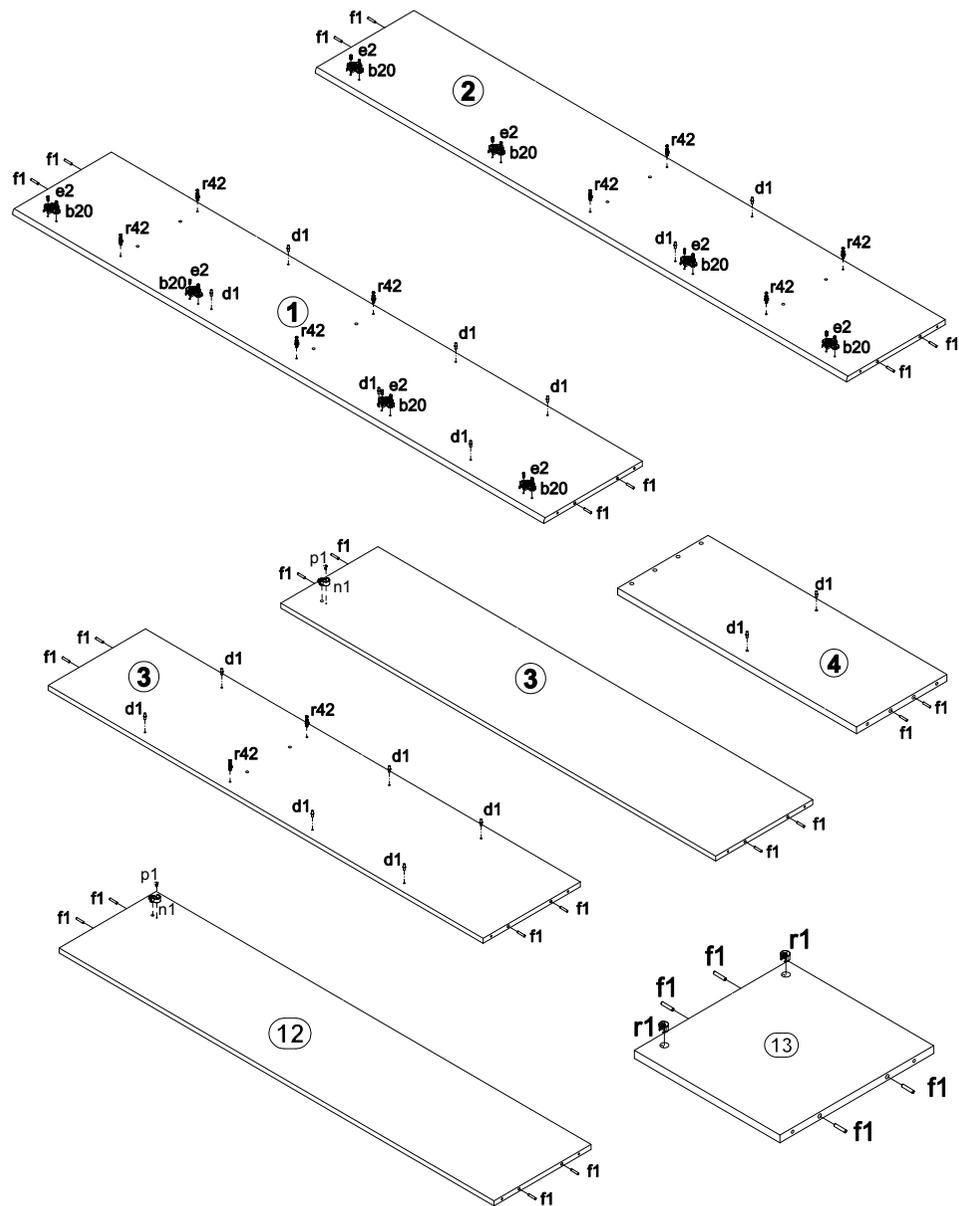

Рисунок 2
2. В отверстия Ø8 мм на верхних и нижних кромках стенок боковых 1, 2, стенок средних 3, 4, щитах задних 12, 13 вбить деревянные шканты f1 (см. рис. 2).
3. В отверстия Ø5 мм на внутренних поверхностях стенок боковых 1, 2, стенки средней 3 вкрутить винты стяжки r42 (см. рис. 2).
4. В отверстия Ø5 мм на внутренних поверхностях стенок боковых 1, 2 закрепить ответные планки петли b20 еврошурпами e2 (см. рис. 2).
5. В отверстия Ø8 мм в стенке средней 3 и щите заднем 12 вставить штангодержатели n1 и закрепить их шурпами p1 (см. рис. 2).
6. В отверстия Ø5 мм на внутренних поверхностях деталей 1, 2, 3, 4 вставить полкодержатели d1 (см. рис. 2).
7. В отверстия Ø15 мм в полках соединительных 7, 8, 10, в щите заднем 13 вставить стяжки эксцентриковые r1 (см. рис. 2, 3, 4).